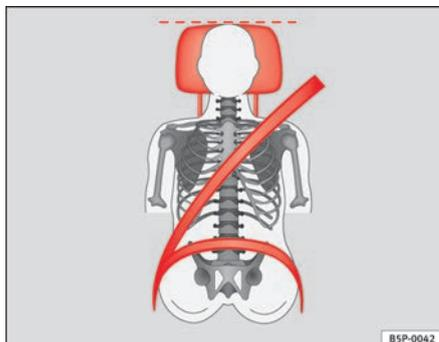
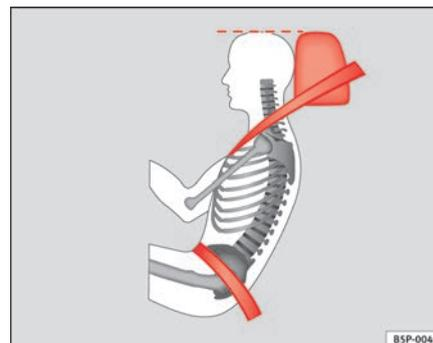

Fig. 91 Perspectiva de frente: encosto de cabeça correctamente ajustado e faixa do cinto correctamente colocada
Fig. 92 Perspectiva de lado: encosto de cabeça correctamente ajustado e faixa do cinto correctamente colocada
- Ajustar os encostos de cabeça de modo a que o rebordo superior do encosto fique alinhado com o alto da sua cabeça, no mínimo à altura dos olhos ⇒ fig. 91 e ⇒ fig. 92.